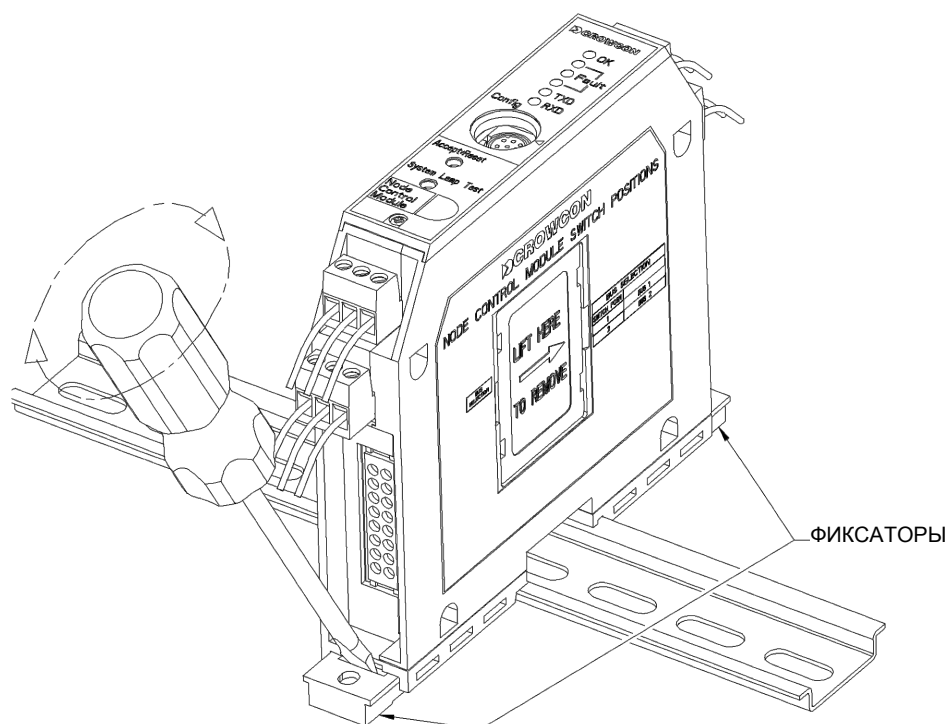

Рис. 14. Модуль на DIN-рейке и способ его демонтажа
Модули входят в разъемы на DIN-рейке и удерживаются на ней пластиковыми фиксаторами. См. рис. 14.
2. Для демонтажа модуля поднимите верхний фиксатор и опустите нижний фиксатор с помощью отвертки согласно рис. 14. Снимите модуль с DIN-рейки.